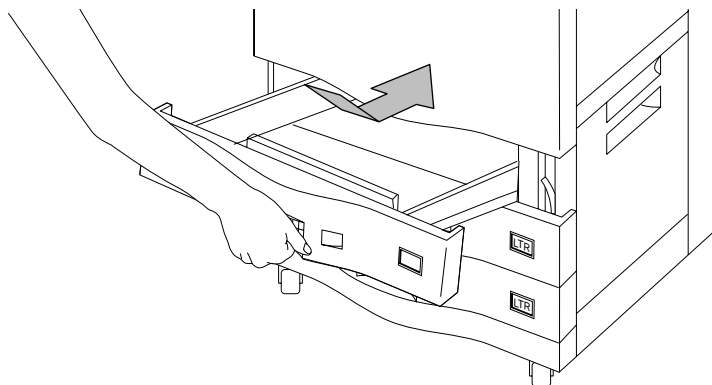

Figura 3-3 Installazione del cassetto regolabile
3. Estrarre il cassetto regolabile come mostrato nella Figura 3-3. Collocare il cassetto in posizione leggermente angolata verso l'alto fino a che non sgancia le apposite guide su entrambi i lati della stampante e quindi rimuoverlo come se fosse un cassetto standard.
4. Installare il cassetto regolabile come mostrato nella Figura 3-3. Collocare il cassetto in posizione leggermente angolata verso il basso fino a che non aggancia le apposite guide su entrambi i lati della stampante e quindi spingerlo verso l'interno come se fosse un cassetto standard.